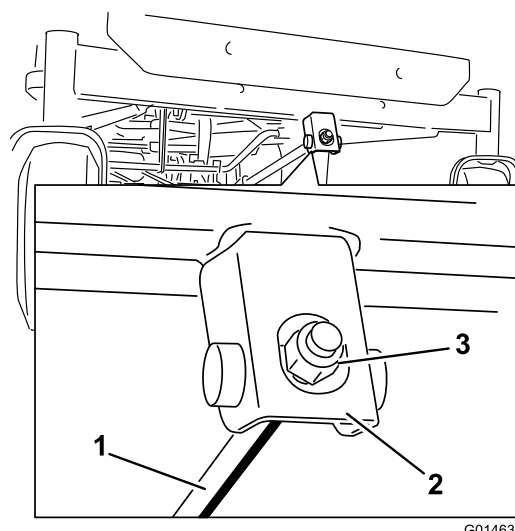

**Figure 58**
4. Faites pivoter les lames avec précaution pour faire passer les pointes avant à l'arrière (Figure 58).
5. Mesurez la distance entre la pointe de la lame avant et la pointe de la lame arrière par rapport à la surface plane (Figure 58). Si la pointe avant de la lame n'est pas de 1,6 à 7,9 mm (1/16 à 5/16 po) plus basse que la pointe arrière, réglez le contre-écrou avant.
8. Une fois le réglage effectué, vérifiez à nouveau l'inclinaison avant/arrière des lames. Poursuivez le réglage de l'écrou jusqu'à ce que la pointe avant de lame soit de 1,6 à 7,9 mm (1/16 à 5/16 po) plus basse que la pointe arrière (Figure 58).